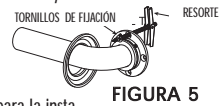

FIGURA 5
3. Introduzca un (1) TORNILLO FIADOR a través de cualquiera de los agujeros para la instalación en uno de los extremos de la Barra de Seguridad. Comience con la tuerca de resorte en el extremo del TORNILLO DE FIJACIÓN como se muestra (vea la Figura 5), atornillándolo en la tuerca unas tres vueltas. Repita este paso en dos (2) TORNILLOS DE FIJACIÓN en ese mismo extremo de la Barra de Seguridad.